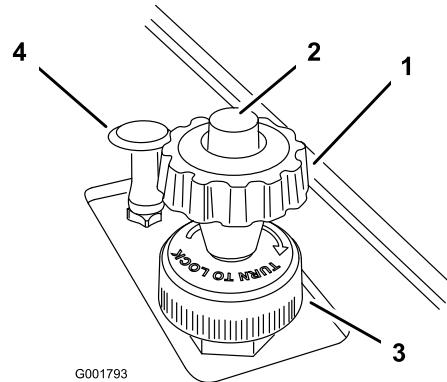

Bild 22
2. Drücken Sie die Taste oben am Handrad des Geschwindigkeitsbegrenzers und ziehen Sie es nach oben, bis Sie fühlen, dass es das Fahrpedal berührt. Lassen Sie die Taste dann los (Bild 22).
4. Nach dem Einstellen können Sie das Handrad an dieser Einstellung arretieren. Drehen Sie den Sperrring unten am Geschwindigkeitsbegrenzer nach rechts, bis er stoppt (Bild 22). Drehen Sie zum Lösen der Arretierung den Arretierungsring nach links, bis er lose ist.